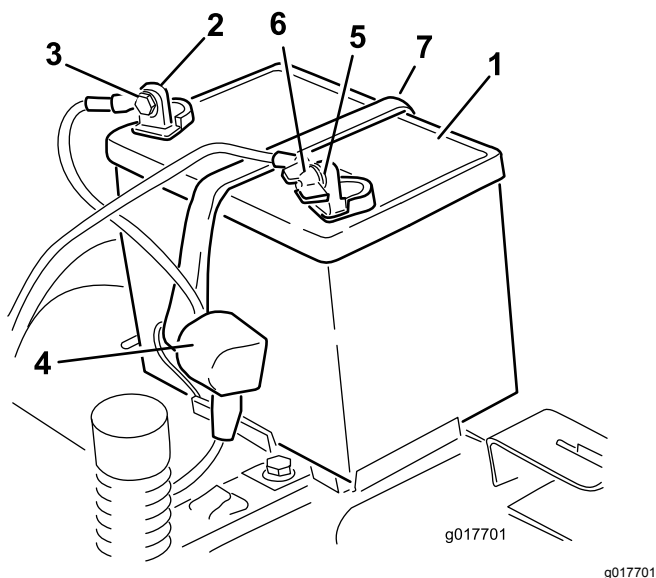

Figure 52
4. Débranchez le câble négatif (noir) de mise à la masse de la borne de la batterie (Figure 52).
6. Débranchez le câble positif (rouge) de la borne de la batterie (Figure 52).
7. Déposez la barrette de maintien de la batterie (Figure 52) et soulevez la batterie de son support.
1. Placez la batterie sur son support (Figure 52).
5. Fixez la batterie en place à l'aide de la sangle de maintien (Figure 52).